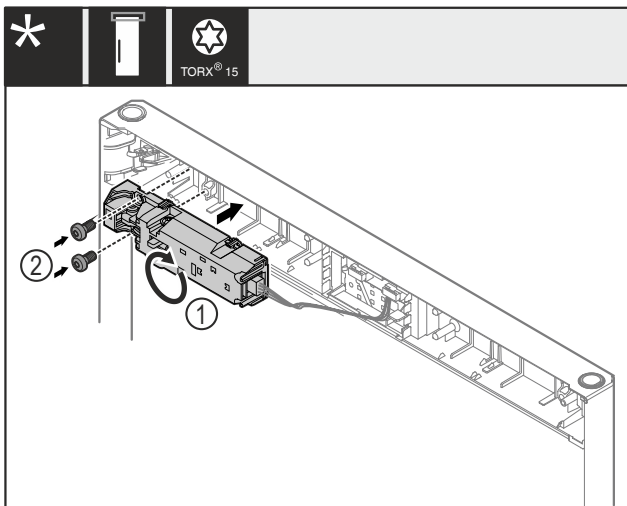

Fig. 23
- Drej fjernlåsen Fig. 23 (1) 180°, og monter den på den modsatte side.
- Fastgør fjernlåsen Fig. 23 (1) med skruer Fig. 23 (2).